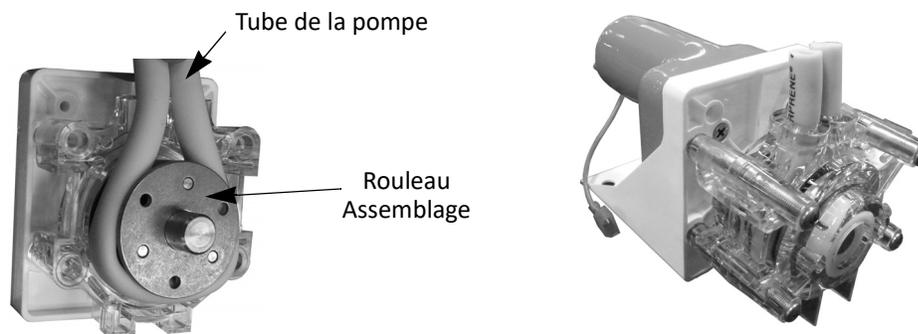

Figure 24. Assemblage de la pompe
- Déposez **UNIQUEMENT** la moitié arrière du corps de pompe pour découvrir le tube de pompe et les rouleaux (voir Figure 24).